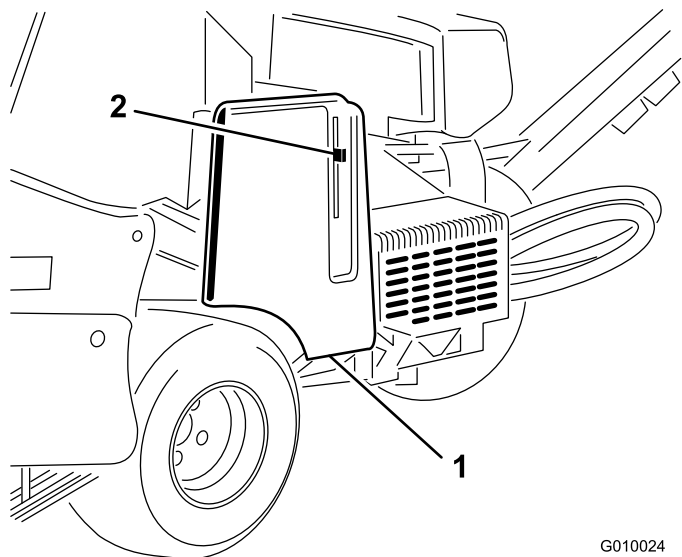
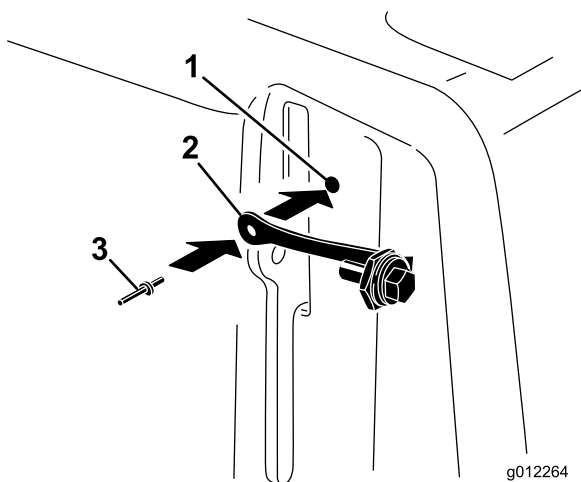

図 8
図 9
1. ラッチカバーの隣にあるベルトカバーの穴を探す図8および図9。
2. ベルトカバーの穴を使って、ポップリベットのついたストラップを取り付ける 図 9。